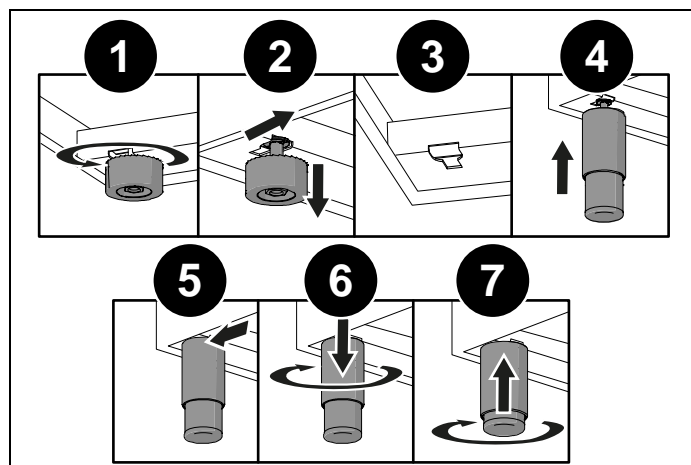

Fig. 8
- démonter les supports (1 et 2, Fig. 8),
- encliqueter les pieds dans le dispositif en forme de clé situé sous l'appareil (3 et 4, Fig. 8),
- visser fermement les pieds à la base (5 et 6, Fig. 8),
Ajuster la hauteur des pieds à la bonne hauteur(7, Fig. 8).
En abaissant l'appareil, éviter de maintenir la tension sur les pieds (Fig. 8). On suggère d'utiliser une épaisseur sur la base ou une palette pour éviter d'incliner la cuisinière.